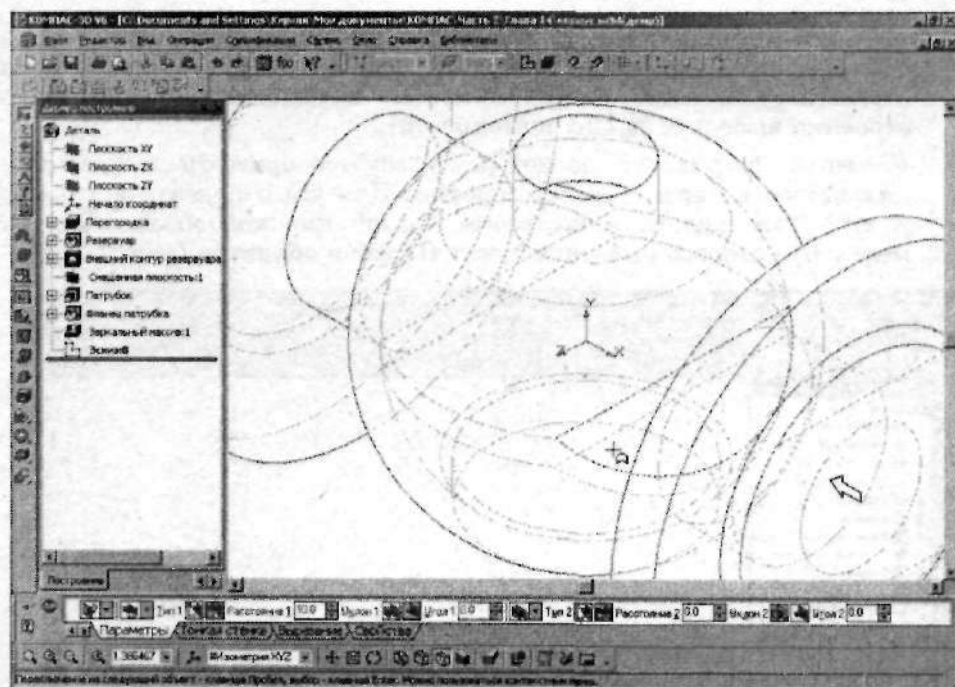

Рис. 2.145. Воспользовавшись функцией перебора объектов, выделите нужную поверхность
7. Нажимая клавишу **Пробел**, добейтесь того, чтобы оказалась выделенной нужная поверхность перегородки (рис. 2.145).